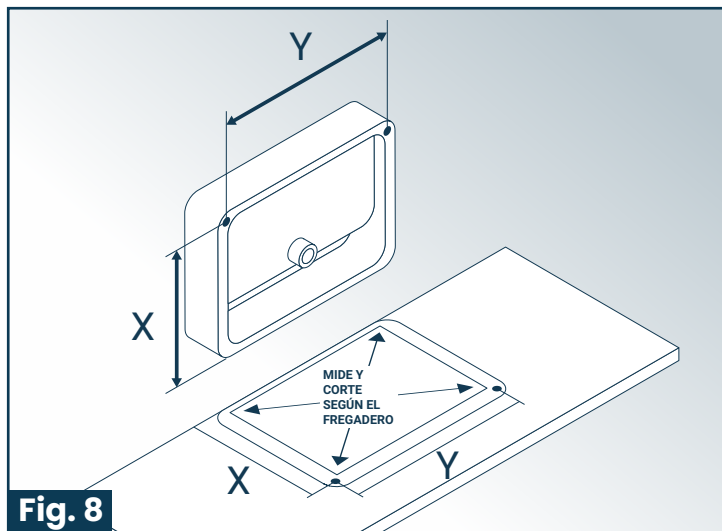

Fig. 8
4. Transfer the dimensions to your countertop using your sink as a template. The "X" and "Y" distance will be a fixed measurement based on your sink model. However, the position of the sink on the counter will vary on how far out from the wall you prefer-- be sure to consider the drain and faucet placement when determining the final sink position. (Fig. 8)
4. Transfiere las dimensiones a tu encimera usando tu fregadero como plantilla. La distancia "X" e "Y" será una medida fija basada en su modelo de fregadero. Sin embargo, la posición del fregadero en el mostrador variará según la distancia que prefiera de la pared; asegúrese de considerar la ubicación del desagüe y el grifo al determinar la posición final del fregadero. (Fig. 8)
4. Transférez les dimensions sur votre plan de travail en utilisant votre évier comme modèle. La distance « X » et « Y » sera une mesure fixe basée sur votre modèle d'évier. Cependant, la position de l'évier sur le comptoir variera en fonction de la distance que vous préférez par rapport au mur – assurez-vous de tenir compte de l'emplacement du drain et du robinet lors de la détermination de la position finale de l'évier. (Fig. 8)